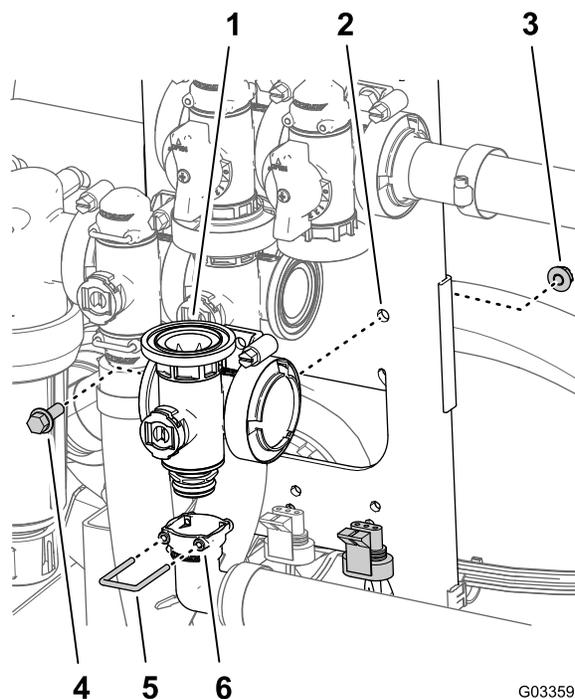

Рисунок 118
2. Снимите держатель, который крепит прямоугольный выпускной штуцер к муфте коллектора главного клапана стрелы (Рисунок 118).
3. Отверните болт с фланцевой головкой (¼ x ¾ дюйма) и фланцевую контргайку (¼ дюйма), с помощью которых главный клапан стрелы присоединяется к опоре крепления клапанов и снимите коллектор клапана с машины (Рисунок 118).